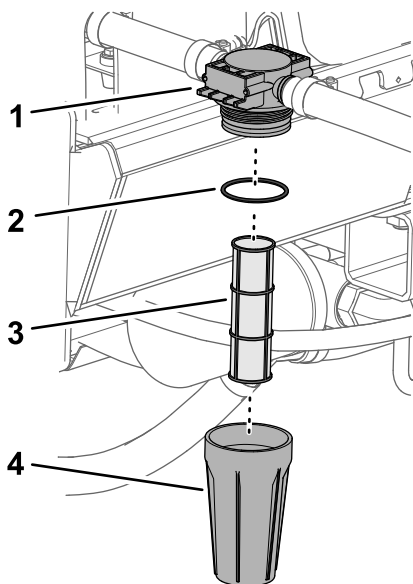

Рисунок 41
1. Поверните фильтр против часовой стрелки, чтобы снять стакан с головки фильтра (Рисунок 41).
2. Осмотрите фильтрующий элемент на отсутствие повреждений или скопления осадочных отложений и мусора (Рисунок 41).
- A. Снимите фильтрующий элемент с головки фильтра (Рисунок 41).
- C. Вставьте фильтрующий элемент в головку фильтра (Рисунок 41).
3. Осмотрите уплотнительное кольцо на отсутствие повреждений (Рисунок 41).
4. Наверните стакан по часовой стрелке на головку фильтра и затяните от руки (Рисунок 41).